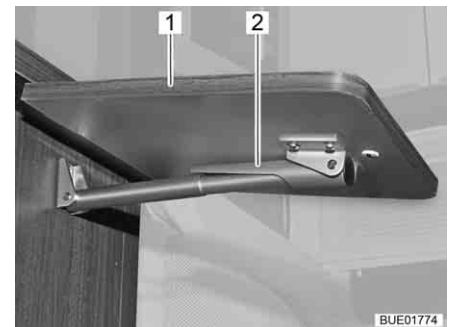

Fig. 131 Mesa de bar plegable, desbloqueada
- Levantar ligeramente la mesa de bar plegable (Fig. 131,1). Con la otra mano, girar hacia abajo el dispositivo de fijación (Fig. 131,2) en el soporte telescópico.